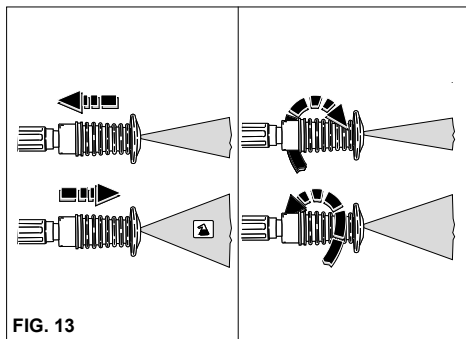

FIG. 13
**ANVÄNDNING AV JUSTERBART MULTI-REC-MUNSTYCKE (fig. 13)**
- Stäng fästets skyddskåpa när rengöringsmaskinen inte används. (fig. 13)
- 2) Starta tvättaggregatet, aktivera rengöringsmedlets suganordning på sprutröret och fördela (fig. 13) det på ytan som ska tvättas nerifrån och upp. Låt verka under några minuter.